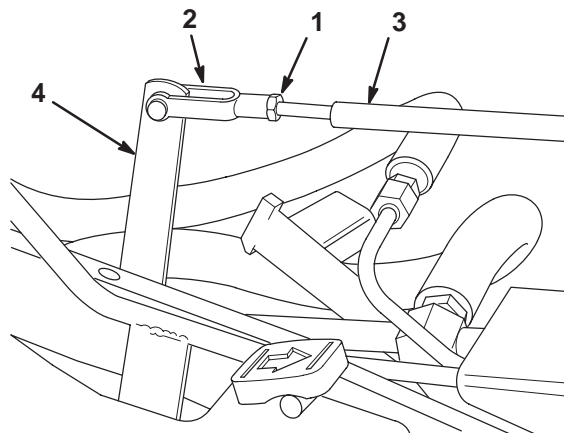

Bild 46
3. Bewegen Sie den Einstellhebel per Hand, um die Hub- und Mähpedale zu nivellieren. Stellen Sie dann das Joch an der Schaltstange so ein, dass das Loch im Joch mit dem im Einstellhebel übereinstimmt (Bild 46).